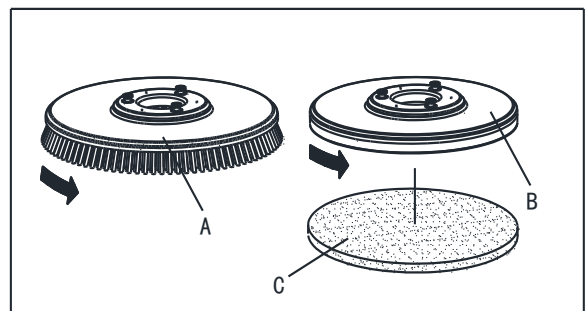

Рисунок 5
Установите или щетку (А, Рисунок 5) или штатив подкладки (В и С, Рисунок 5) в соответствии с типом пола для уборки.
1. Вставьте ключ зажигания (35) и поверните на "0".
2. Поднимите настил, нажав на педаль (9).
3. Если машина оснащена, поверните регулировку скорости (40) на холостом ходу, повернув ее против часовой стрелки.
4. Поместите щетки (А, Рисунок. 5) или штатив подкладки (В) под настил (21).
5. Опустите настил на щетки/штативы подкладки, нажав на педаль (9).
6. Поверните ключ зажигания (35) на "I".
7. Нажмите на щетку/штатив подкладки и вакуумный системный переключатель (46).
8. Нажмите на одну щетку/переключатель передней передачи (34), чтобы запустить щетку/штатив подкладки, затем отпустите. При необходимости повторяйте процедуру до тех пор, пока щетки/штативы подкладки не запустятся.